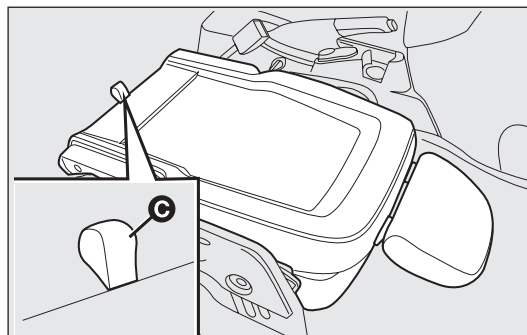

fig. 24
- ❑ tirer la languette C-fig. 24 et pousser encore le dossier vers le bas ; le siège est ainsi totalement replié.